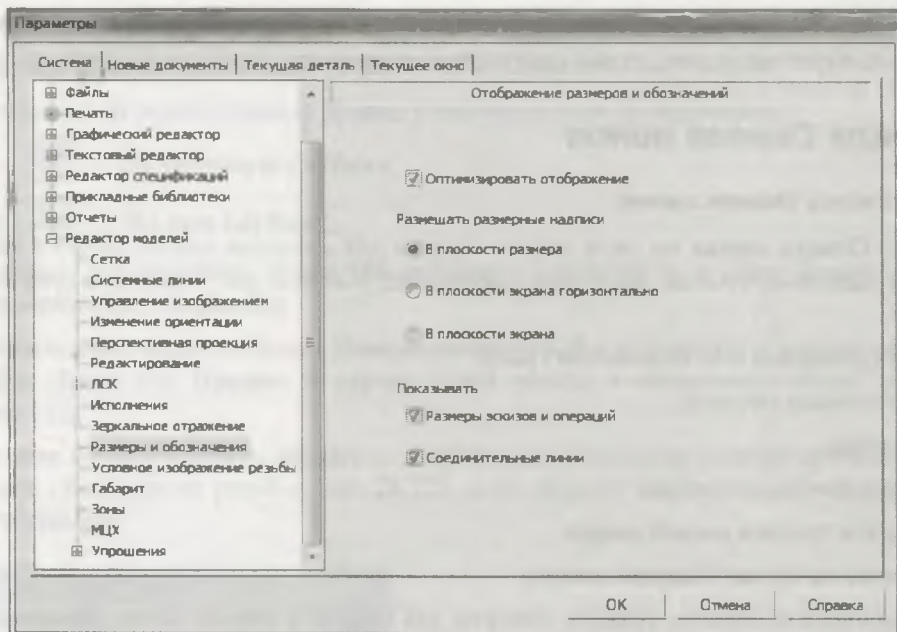

Рис. 28.23. Диалоговое окно Параметры с открытой панелью Размеры и обозначения
- ◆ вызовите из **Строки Главного меню** команду **Настройка ► Параметры ► Система ► Редактор моделей ► Размеры и обозначения**. В правой части на панели **Отображение размеров и обозначений** (рис. 28.23):